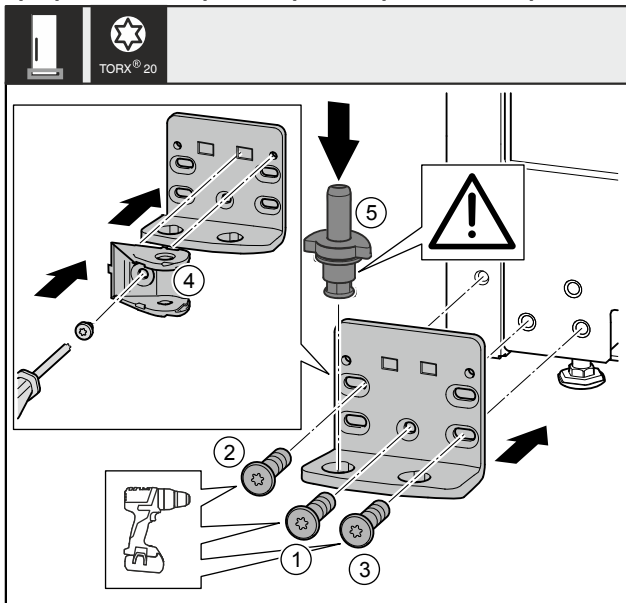

Fig. 36 *
- ▶ Установите опорный кронштейн с другой стороны и прикрутите с помощью отвертки. Начиная с винта Fig. 36 (1) снизу в центре.*
- ▶ Затяните винт Fig. 36 (2) и винт Fig. 36 (3).*
- ▶ Поверните соединительный элемент амортизатора закрывания дверей Fig. 36 (4) на 180°. Прикрутите с другой стороны опорного кронштейна с помощью отвертки.*
- ▶ Снова установите опорный палец Fig. 36 (5) в сборе. При этом проследите за тем, чтобы выступ фиксатора был направлен назад.*